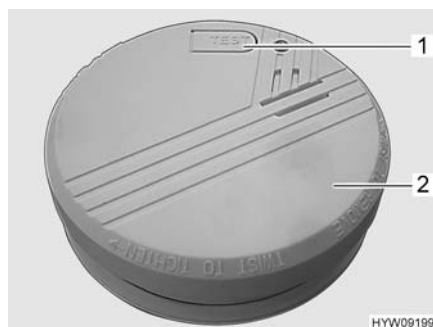

Fig. 136 Rivelatore di fumo
- Ruotare in senso antiorario il rivelatore di fumo (Fig. 136,2) finché non si stacca dal supporto.
- Eseguire un test del rivelatore di fumo. Premere il tasto di controllo (Fig. 136,1). Si deve udire il segnale acustico di allarme.